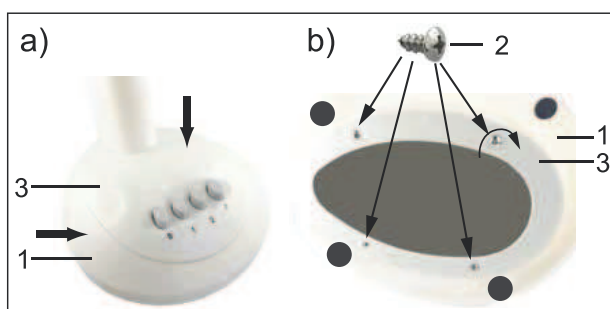

Fig.49: Montaje del soporte
1. Coloque la base (3) con el bloque de motor y la base con los botones para regular la potencia de ventilación en el soporte (1), fig. 49 a).
2. Dele la vuelta a todo de modo que vea la parte de abajo de la base y el soporte, fig. 49 b).
3. Atornille el soporte apretando los tornillos con ranura en cruz (2) en sentido horario.